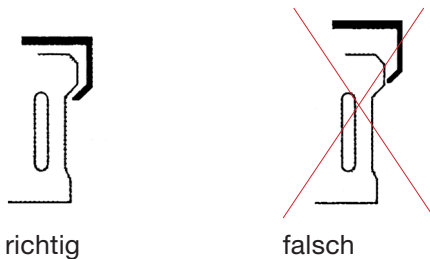

Abbildung 5
- Entriegelungshebel erst schließen, wenn die Zange/Klemme korrekt greift (siehe Abb. 5).